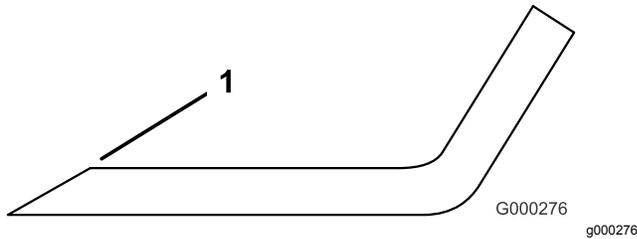

Figure 114
3. Examinez les tranchants de toutes les lames et aigüisez-les s'ils sont émoussés ou ébréchés (Figure 114).
**Remarque:** N'aigüisez que le haut du tranchant et conservez l'angle de coupe d'origine pour obtenir une coupe nette (Figure 114). Limez la même quantité de métal sur chacun des deux tranchants pour ne pas déséquilibrer la lame.